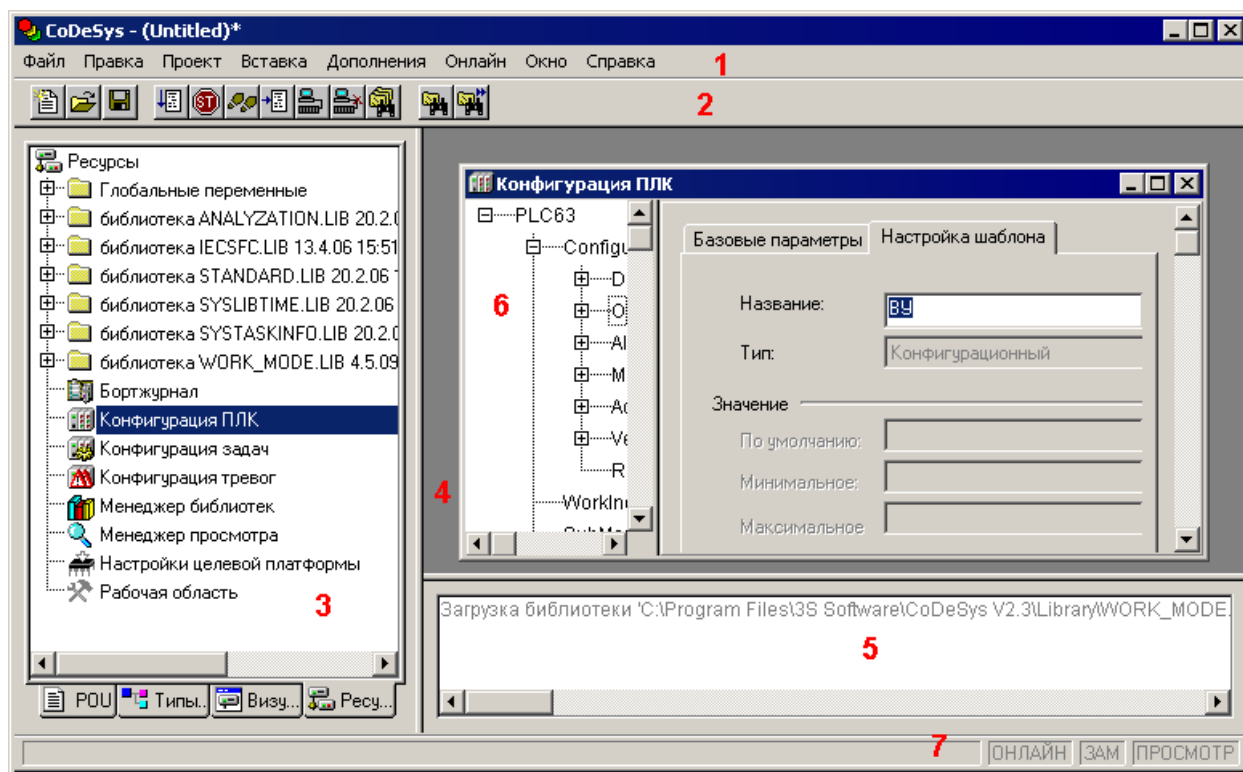

Рисунок 3.2 – Главное окно ПО CoDeSys
После запуска ПО CoDeSys открывается Главное окно программы (см. рисунок 3.2).
- 2) В открывшемся главном окне ПО CoDeSys (рисунок 3.2) – вызвать команду «Файл | Новый (File | New)» главного меню или нажать кнопку «Новый (New)» () панели инструментов.